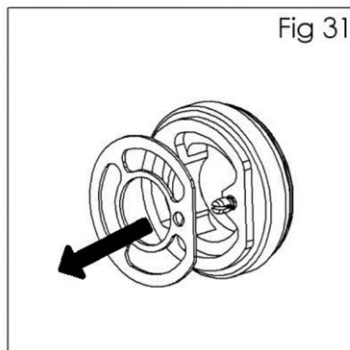

Fig 31
6. Entfernen Sie die Dichtung (10) vom Sprühkopf. (Siehe Abb. 31).